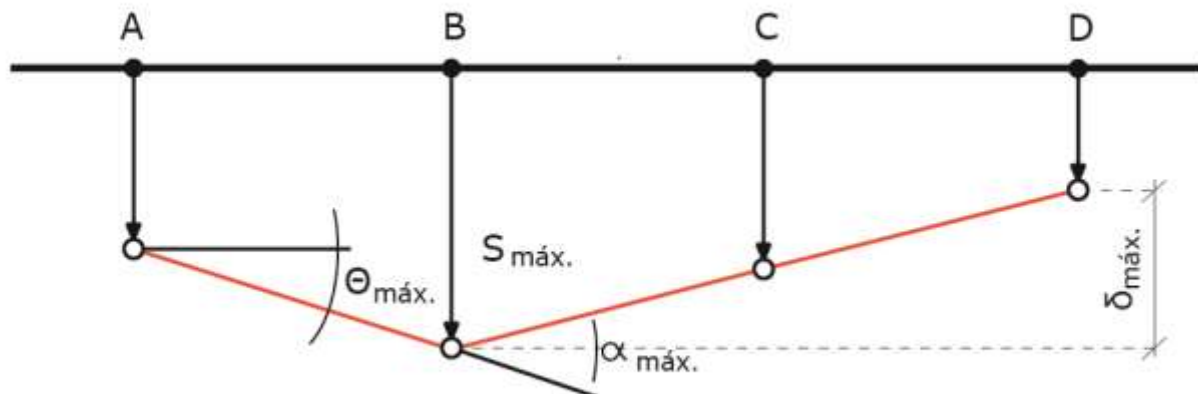

Figura 44: Representação das variáveis de movimento de fundações
A NBR 6122 nomeia algumas letras como parâmetros de estudo para o movimento de fundações que devemos conhecer. São eles (Figura 44):
- $\delta s$ : recalque ou levantamento diferencial entre dois pontos da estrutura (observe na figura 44 o  $\delta_{\text{máx}}$ );
- ✓ Esclarecendo: a rotação relativa é o ângulo entre uma linha de referência (por exemplo, a linha original que liga os pontos AB da sapata na figura 44) e a nova linha dessa mesma estrutura.